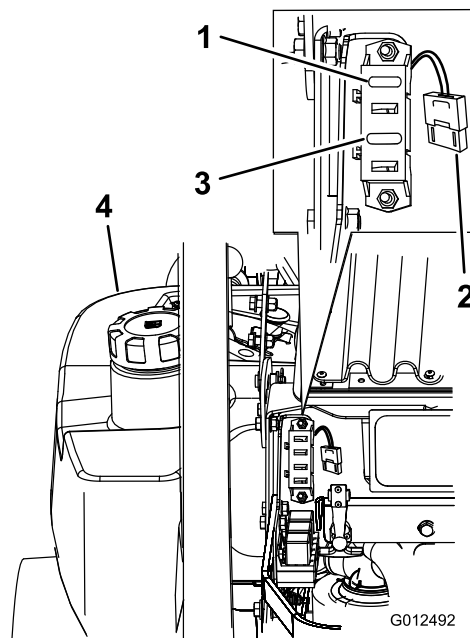

Figura 75
1. Sbloccate il cofano del motore ed alzatelo per accedere al portafusibili (Figura 75).
3. Montate un fusibile nuovo (Figura 75).